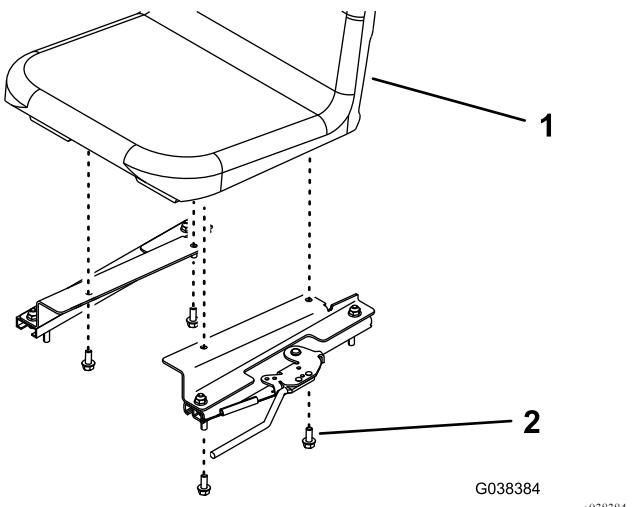

図6
6. 運転席をプラケットに取り付けるボルト5/16 x 3/4インチ4本で図6のように取り付ける。